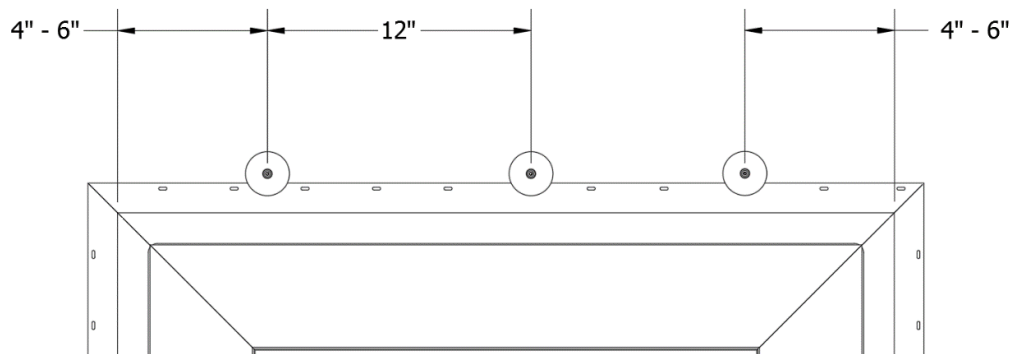

Figura 24: Fijación de la arandela del cabezal
- I) Coloque las arandelas de defensa comenzando a 4 in-8 in (10.1 cm-20.3 cm) in de las esquinas soldadas, luego a 12 in (30.4 cm) en el centro a través del tramo restante de la brida de clavado. *Consulte la figura 24.*